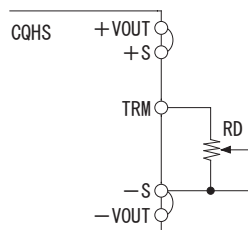

図3.5 出力電圧を低く設定する場合
(2) 出力電圧を低く設定する場合
- 図3.5のように接続することで、出力電圧を低く設定することができます。外付け抵抗RDは、次の式によって計算できます。